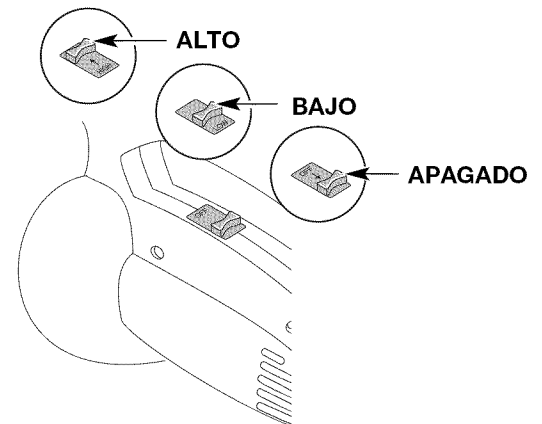

Fig. 11
Esta unidad está equipada con un interruptor de tres puntos para APAGADO/BAJO/ALTO (OFF/LOW/HIGH) (Fig. 11).
1. Oprima y sostenga el Interruptor de encendido / velocidad en la posición de apagado (OFF) hasta que el motor se apague por completo (Fig. 11).